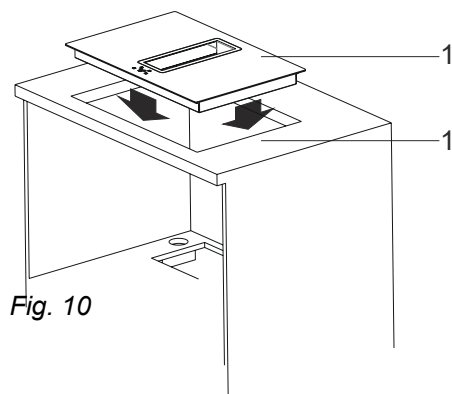

Fig. 10
3. ➤ Placera spishällen i det uppsågade hålet (Fig. 10).